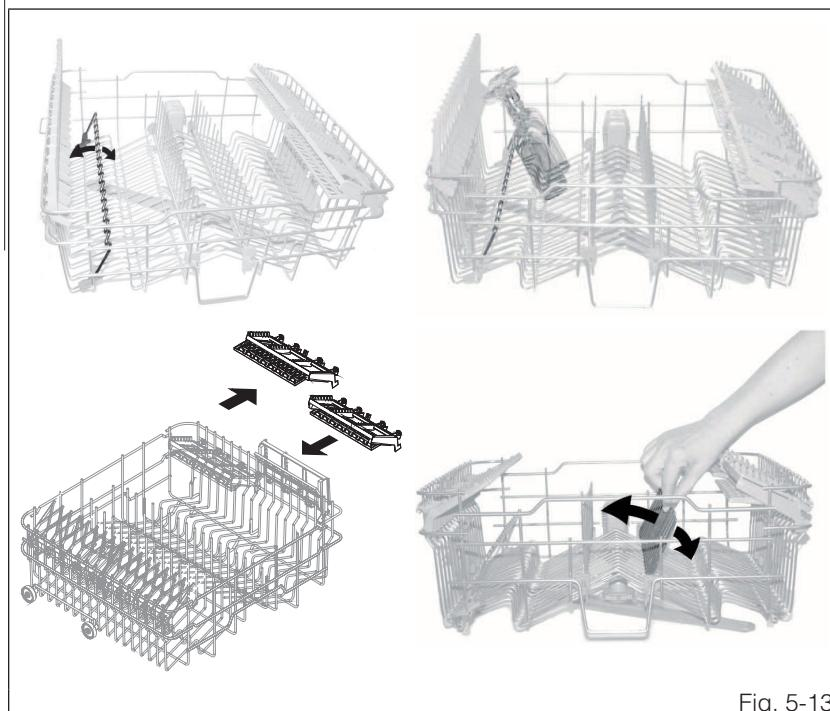

Fig. 5-13
5.4.3 Panier supérieur (voir fig. 5-13)